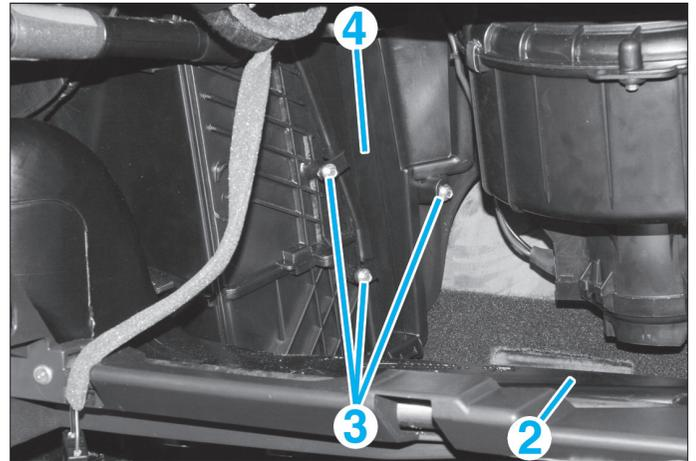

FIG. 6
- la gaine d'air (2) (fig. 6).
- les vis de fixation (3) du couvercle (4) de filtre d'habitacle.
- le couvercle (4) du filtre à air d'habitacle.
- Déposer la canalisation (2) de passage d'air aux pieds côté passager (fig. 6).